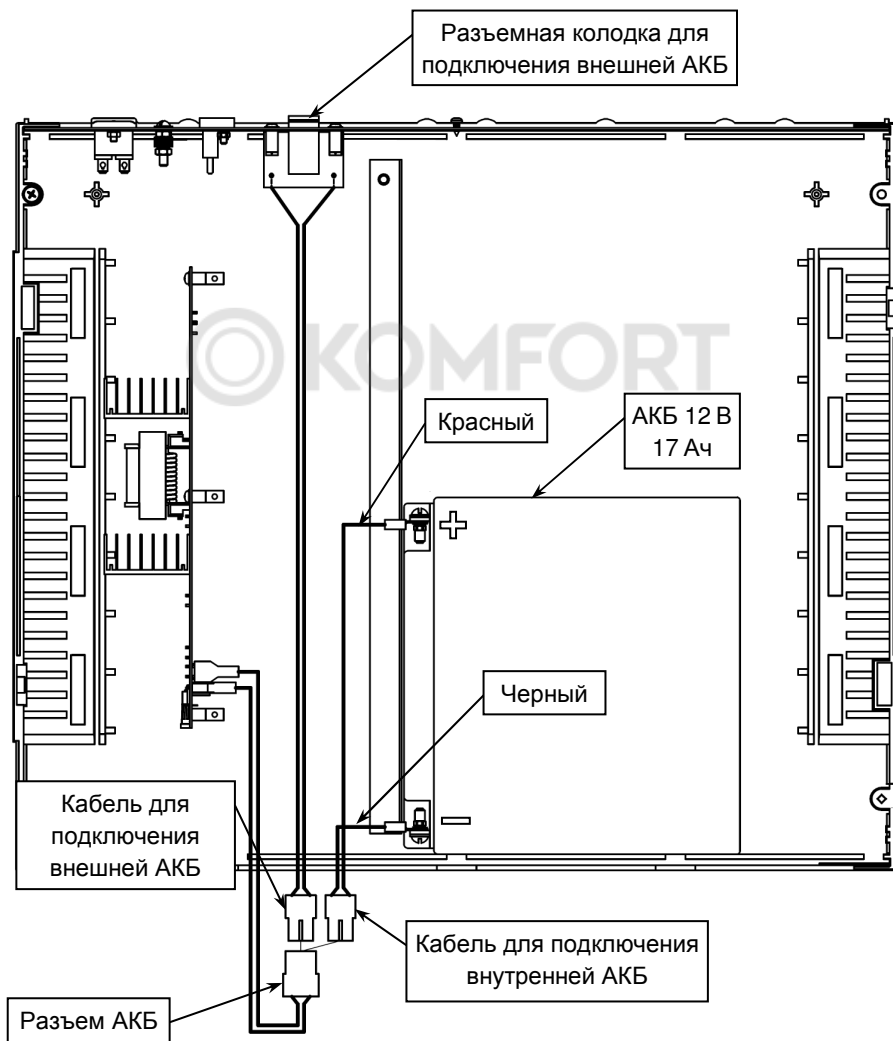
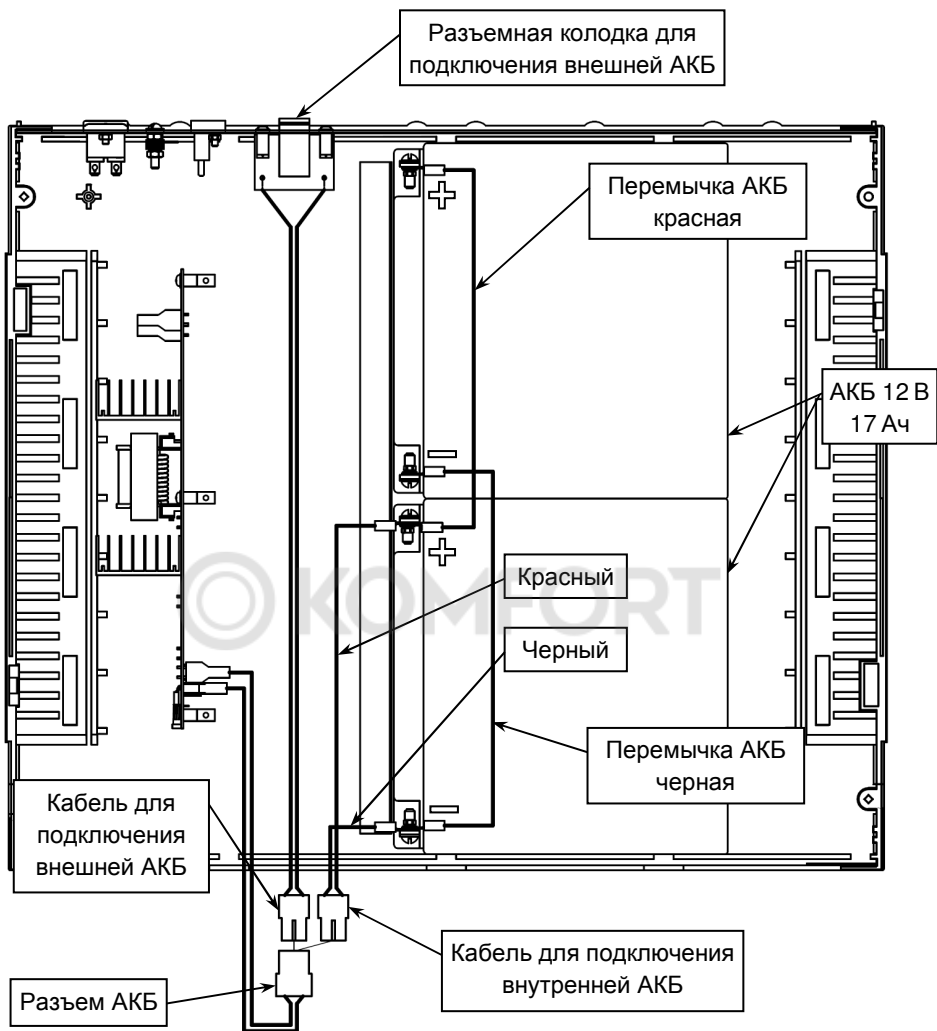

Рисунок 4 – Схема размещения и подключения внутренней АКБ, состоящей из одной аккумуляторной батареи 17Ач 12В
Рисунок 5 – Схема размещения и подключения внутренней АКБ, состоящей из двух аккумуляторных батарей 17Ач 12В, соединенных параллельно
- отсоединить разъем АКБ от кабеля АКБ для подключения внешней АКБ (см. рисунок 4 и рисунок 5);